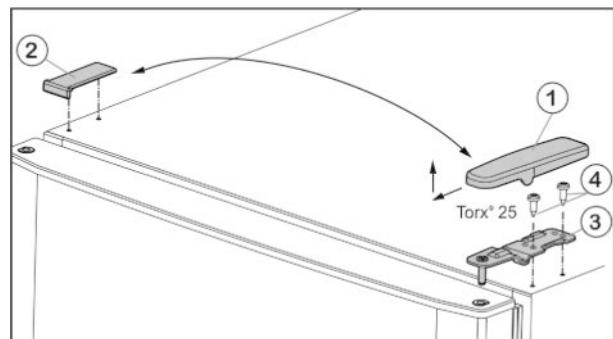

Fig. 4
- Потяните крышку Fig. 4 (1) вперед и вверх.
- Снимите крышку Fig. 4 (2).
- Открутите верхний опорный кронштейн Fig. 4 (3)(2 шт. Torx® 25) Fig. 4 (4) и вытяните вверх.
- Установите верхний опорный кронштейн Fig. 4 (3) на новую сторону шарнира и защелкните в дверце.
- Привинтите верхний опорный кронштейн (**с моментом 4 Нм**)(2 шт. Torx® 25) Fig. 4 (4). При необходимости используйте аккумуляторный шуруповерт.
- Наденьте и защелкните крышку Fig. 4 (1) на противоположной стороне снаружи.
- Также наденьте сверху и защелкните крышку Fig. 4 (2) на противоположной стороне.